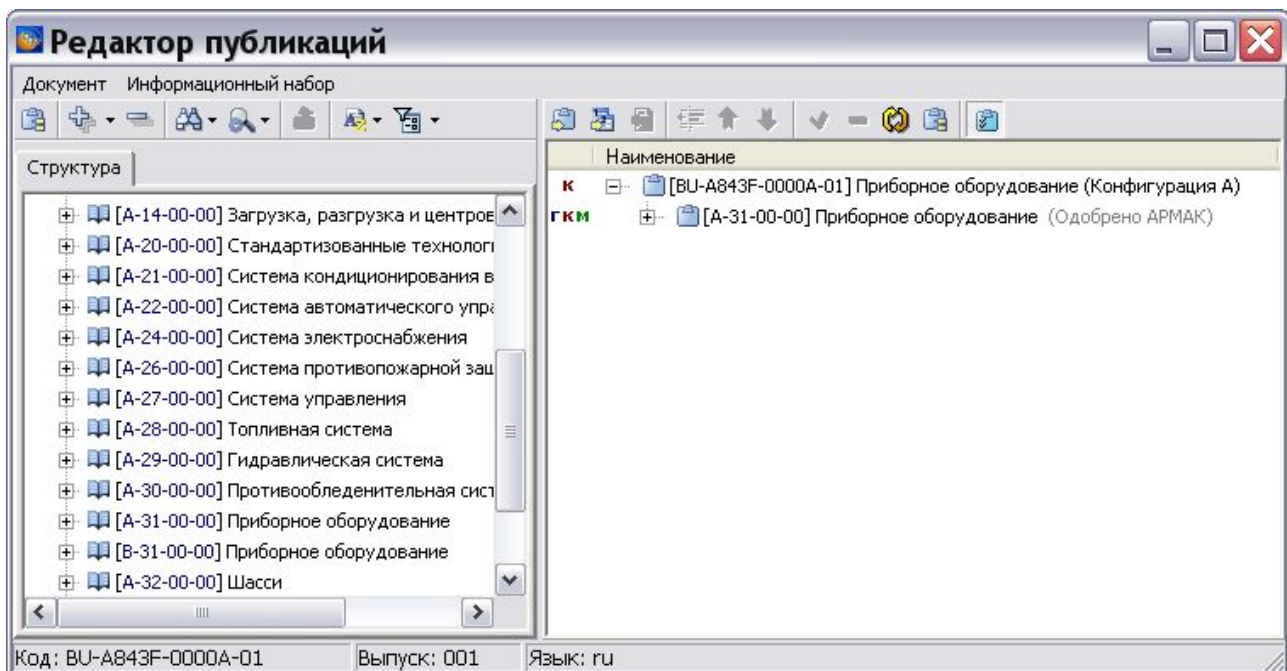

Рис. 8.48
4. После ввода параметров в окне **Свойства** нажмите на кнопку **Применить**. После этого произойдет возврат в окно **Редактор публикаций** (Рис. 8.48).